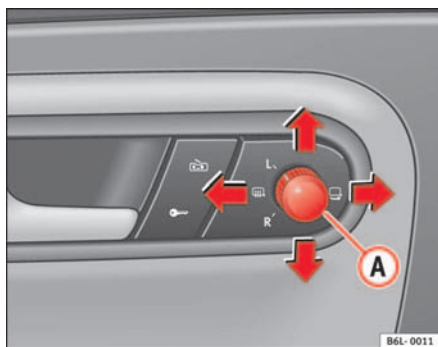

Abb. 67 Drehknopf für Außenspiegeleinstellung
1. Drehen Sie den Drehknopf ⇒ Abb. 67 in Stellung **L (linker Außenspiegel)**.
- Drehen Sie den Knopf auf die Position zum Entfernen von Beschlag ☹ ⇒ Abb. 67.
- Drehen Sie den Drehknopf ⇒ Abb. 67 in Stellung ☹, um die Außenspiegel anzuklappen. Sie sollten die Außenspiegel immer anklappen, wenn Sie eine automatische Waschanlage durchfahren, um Beschädigungen zu vermeiden.